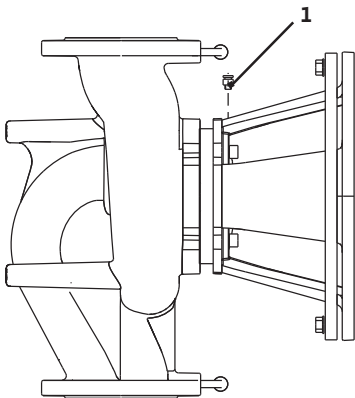

Fig. 41: Вентиляционный клапан
- Удалить воздух из насосов путем открытия вентиляционных клапанов (Fig. 41, поз. 1). Сухой ход разрушает скользящее торцевое уплотнение насоса. На дифференциальном датчике давления запрещается удалять воздух (опасность разрушения).